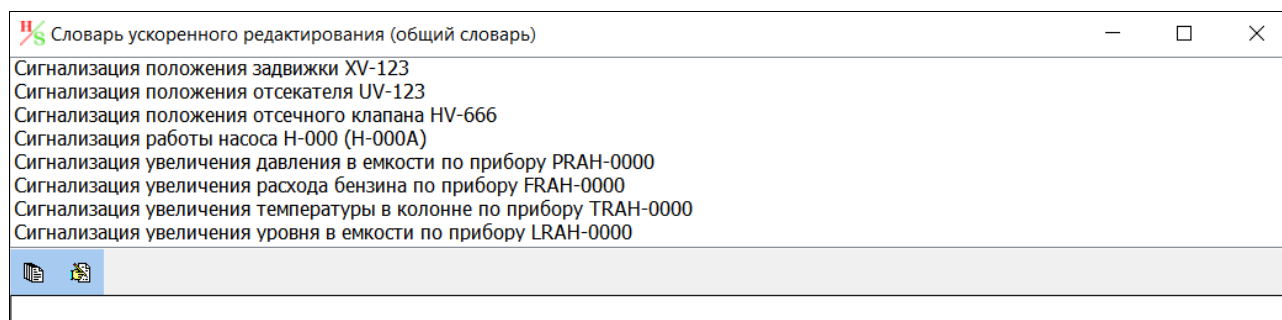

Рисунок 6.2 – Окно «Словарь ускоренного редактирования (общий словарь)»
– перейдите в поле «Редактирование» – большое белое поле, расположенное в нижней части окна «Словарь ускоренного редактирования (общий словарь)» (см. рисунок 6.2), щелкнув левой кнопкой мыши полем «Редактирование».
– щелкните левой кнопкой мыши по кнопке «» (Редактировать строку). Выделенная строка словаря появится в поле «Редактирование», которое расположено в нижней части окна «Словарь ускоренного редактирования...» (см. рисунок 6.2).
– перейдите в окно «Словарь ускоренного редактирования (общий словарь)» ПК «ТБ-HAZOP+SIL 2.0» и щелкните левой кнопкой мыши по кнопке «» (Добавить списком) (см. рисунок 6.2). В окне «Словарь ускоренного редактирования (общий словарь)» появится пустое поле «Ввод списка» (см. рисунок 6.4).